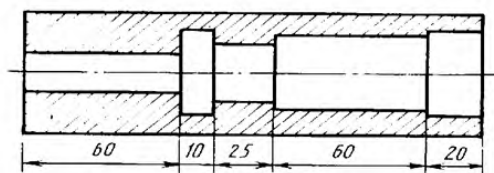

Рисунок 47
1. Цепной способ (рисунок 47). Размеры отдельных элементов детали наносятся последовательно, как звенья одной цепи. Этот способ применяется в редких случаях.